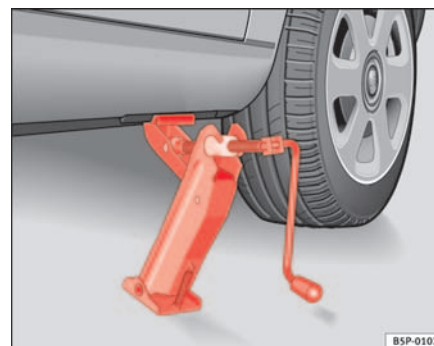

Abb. 174 Wagenheber
- Richten Sie den Wagenheber so aus, dass seine Klaue den Steg des Unterholms umfasst und die bewegliche Grundplatte plan auf dem Boden aufliegt ⇒ Seite 247, Abb. 174.